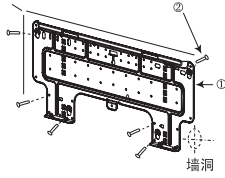

图7
(1) 当要把铜管从后面引出时, 将铜管、排水管和连接电缆一起用附件C胶带绷紧。(图7)